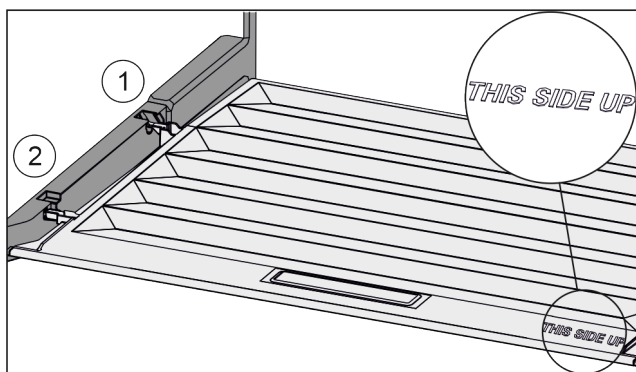

Fig. 151
- ▶ Introduzca los nervios de la tapa por la abertura del soporte trasero Fig. 151 (1) y encájelos por delante en el soporte Fig. 151 (2).